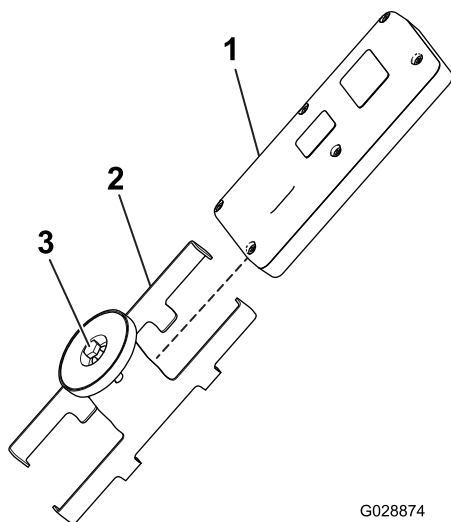

図 25
- ハンドヘルドリモートをマグネット式ブラケットに取り付ける。ブラケットにリモートを入れ、ブラケットについているボルトを締め付ける (図 25)。